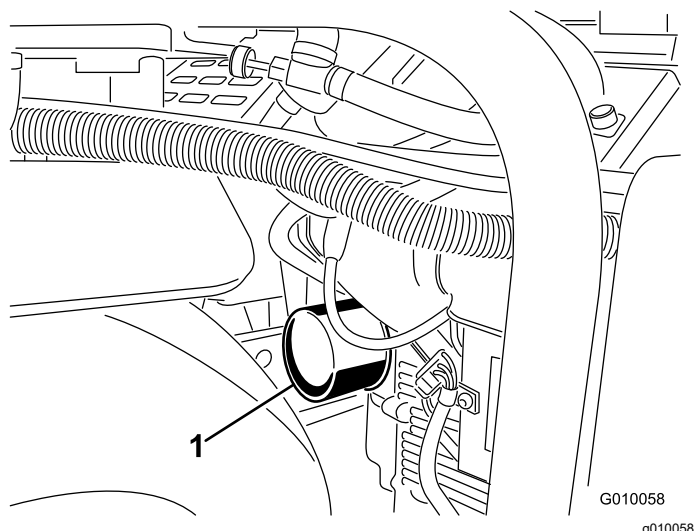
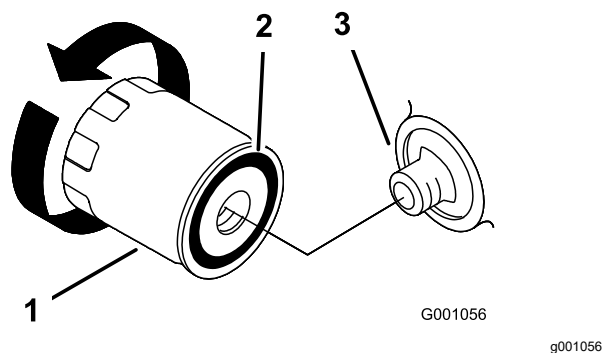

Figure 44
Figure 45
5. Placez un bac de vidange peu profond ou un chiffon sous le filtre pour récupérer l'huile (Figure 44).
6. Enlevez le filtre à huile usagé (Figure 44 et Figure 45) et essuyez la surface du joint de l'adaptateur.
13. Faites l'appoint d'huile avec précaution pour faire monter le niveau jusqu'au repère maximum (F) sur la jauge.